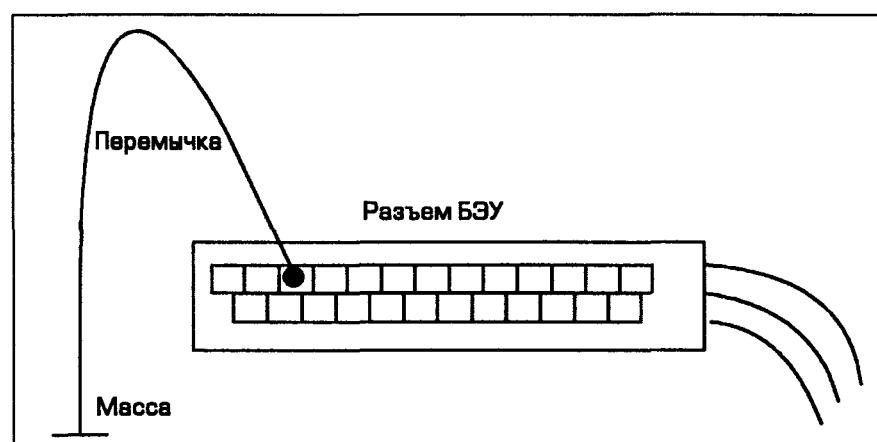

Рис. 4.26. На миг закоротите на массу контакт управления форсункой в разъеме БЭУ
18 С помощью куска провода на мгновение закоротите по очереди контакты управления форсунками в разъеме на массу (см. рис. 4.26).
- На мгновение закоротите штырек управления форсункой в вилке разъема БЭУ на массу (см. рис. 4.26).